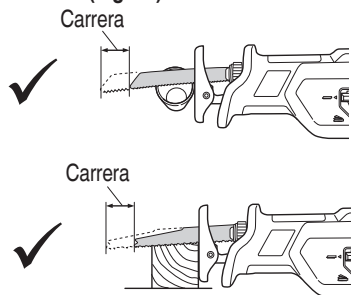

Fig. 14
- Seleccione una hoja de sierra del largo más apropiado. Lo ideal sería que el largo que sobresale de la base de la hoja de sierra después de restar la carrera sea mayor que el del material (Fig. 14).